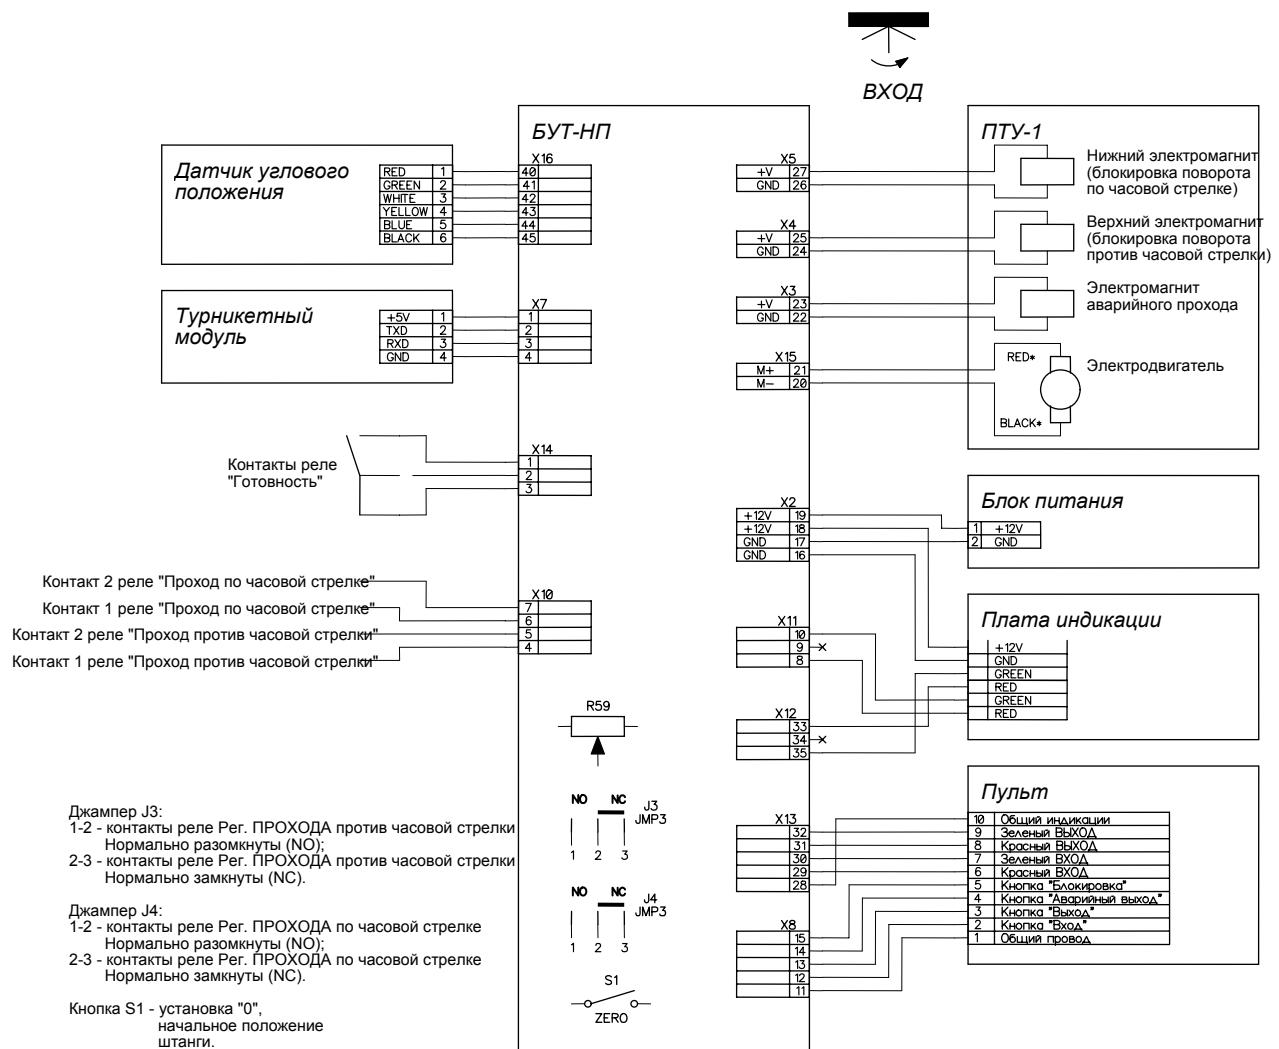

Рис. 5
- 6) Подключить кабели питания и ПДУ к БУ турникета в соответствии с Рис.5,6 заземлить корпус турникета. Заземление корпуса турникета производится в соответствии с требованиями «Правил устройства электроустановок с напряжением до 1000 В».
- 7) Подключить кабель СКУД к БУ турникета в соответствии с Рис.5 , 6